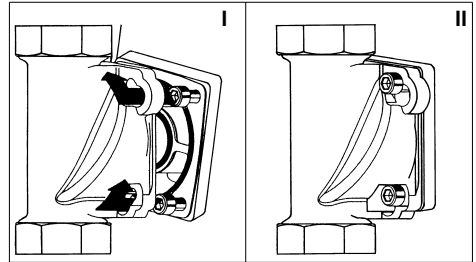

Fig. 4 : Bride rotative avec baïonnette
- Placer les têtes quatre vis de bride au travers des alésages à baïonnette de la bride rotative (cf. fig. 4 I).
- Tourner le filtre à magnétite dans le sens des aiguilles d'une montre jusqu'à la butée (cf. fig. 4 II).